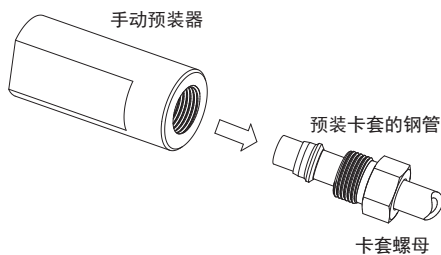

图7
5. 松开卡套螺母，从预装器上移开已装好的卡套端 (图 7)。